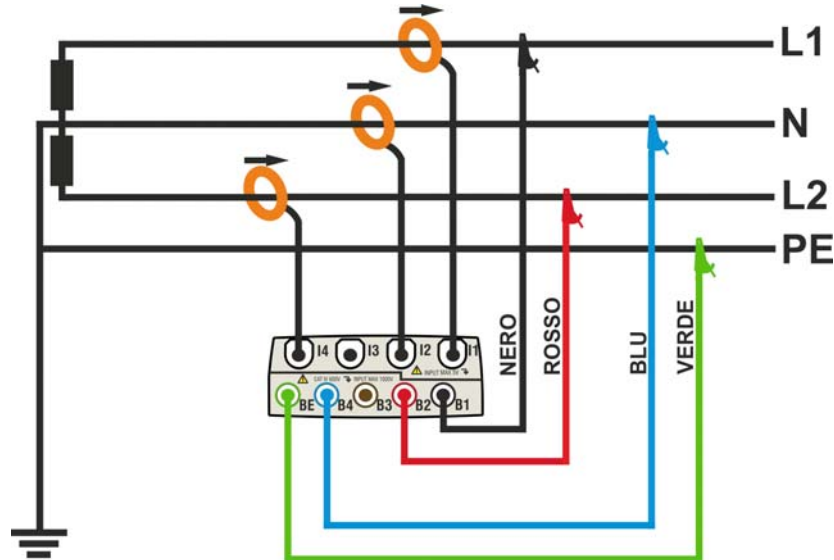

Fig. 129: Collegamento dello strumento in un sistema Bifase 3-fili 1F PC
2. Collegare i cavi di misura della tensione sui conduttori di Fase L1, L2, N e PE rispettando i colori come mostrato in Fig. 129
3. Collegare le pinze di corrente sui conduttori di Fase L1, L2 e Neutro N come mostrato nella Fig. 129 **rispettando il verso della freccia** presente sulla pinze stesse che indica la direzione convenzionale della corrente da generatore a carico. **Verificare sempre, (selezionando preliminarmente il sistema 3-fili) nelle videate della sezione Visualizzazione Misure, che le Potenze Attive P1, P2 siano sempre positive e che i fattori di potenza Pf1, Pf2 siano corrispondenti ad un carico, normalmente induttivo**, prima di attivare una registrazione. In caso di valori negativi della potenze attive ruotare le pinza di 180° sui conduttori interessati.